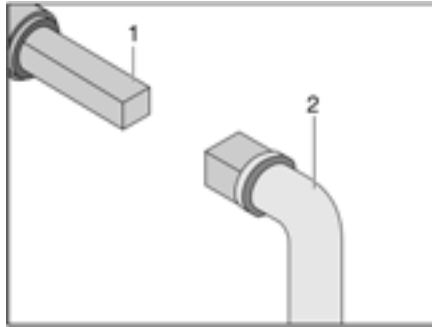

Fig. 253 Utilisation du robinet d'évacuation des eaux usées
- Insérer la clé (Fig. 253,2) sur la vis à quatre pans (Fig. 253,1).